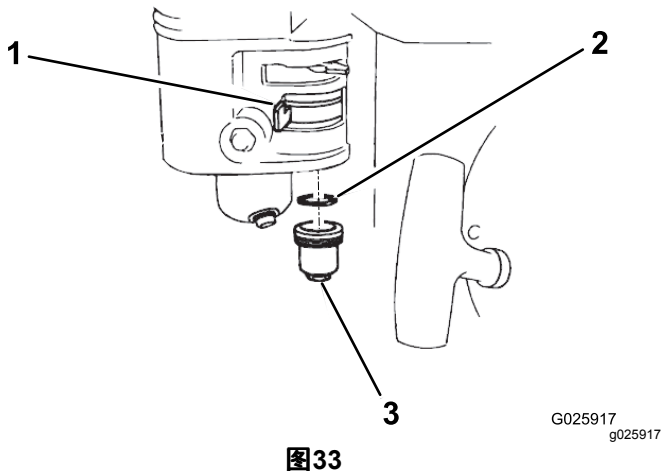

图33
2. 将燃油切断阀移至关闭位置 图33。
3. 取下燃油沉淀杯和 O 形圈 图33。
6. 先将 O 形圈放入燃油切断阀中再安装沉淀杯 图33。牢固拧紧沉淀杯。